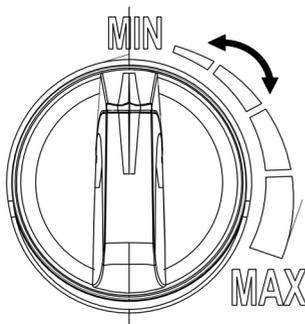

Рис. 10 Регулировка подачи моющего средства
4. Убедитесь в том, что регулятор подачи установлен в положение MIN (Рис. 10).